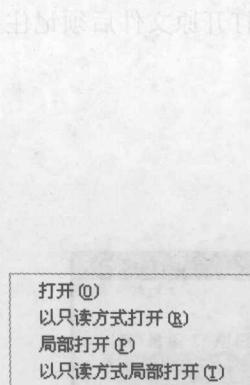

图 1-11
(1) 单击打开右侧的 $\square$ 按钮，如图 1-11 所示的“打开”下拉选项，在下拉选项中选择“以只读方式打开”复选框，则打开后的图形文件不能被修改。